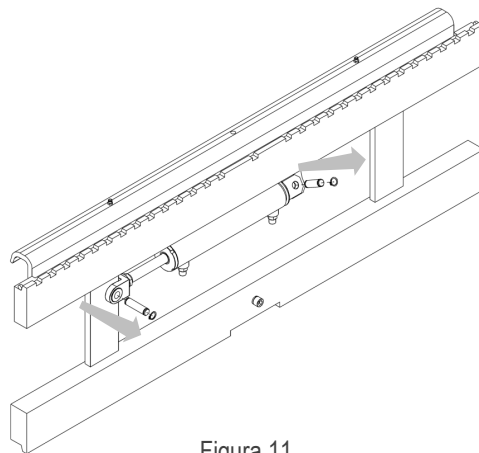

Figura 11
4. Rimuovere gli anelli elastici dei perni che sorreggono il cilindro di traslazione e, dopo aver estratto i perni stessi, rimuovere manualmente il cilindro (vedi *Figura 11*).
10. Riposizionare il cilindro traslatore, seguendo a ritroso le operazioni riportate nella *Figura 11*.